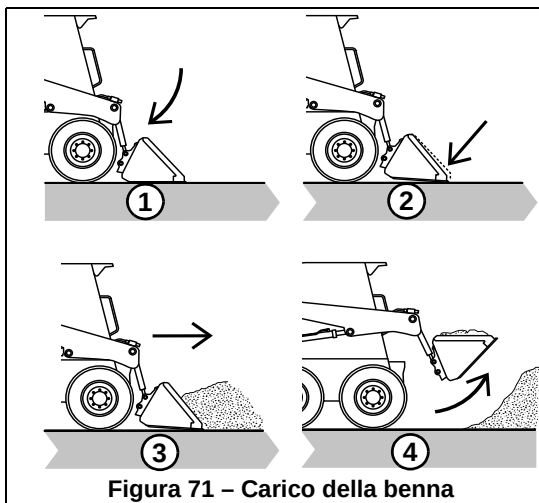

Figura 71 – Carico della benna
1. (Figura 71) Abbassare la benna a terra.